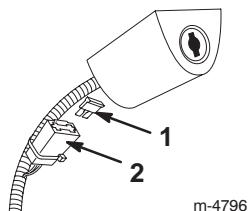

Figura 33
2. Instale el fusible nuevo de la manera ilustrada en la Figura 33.